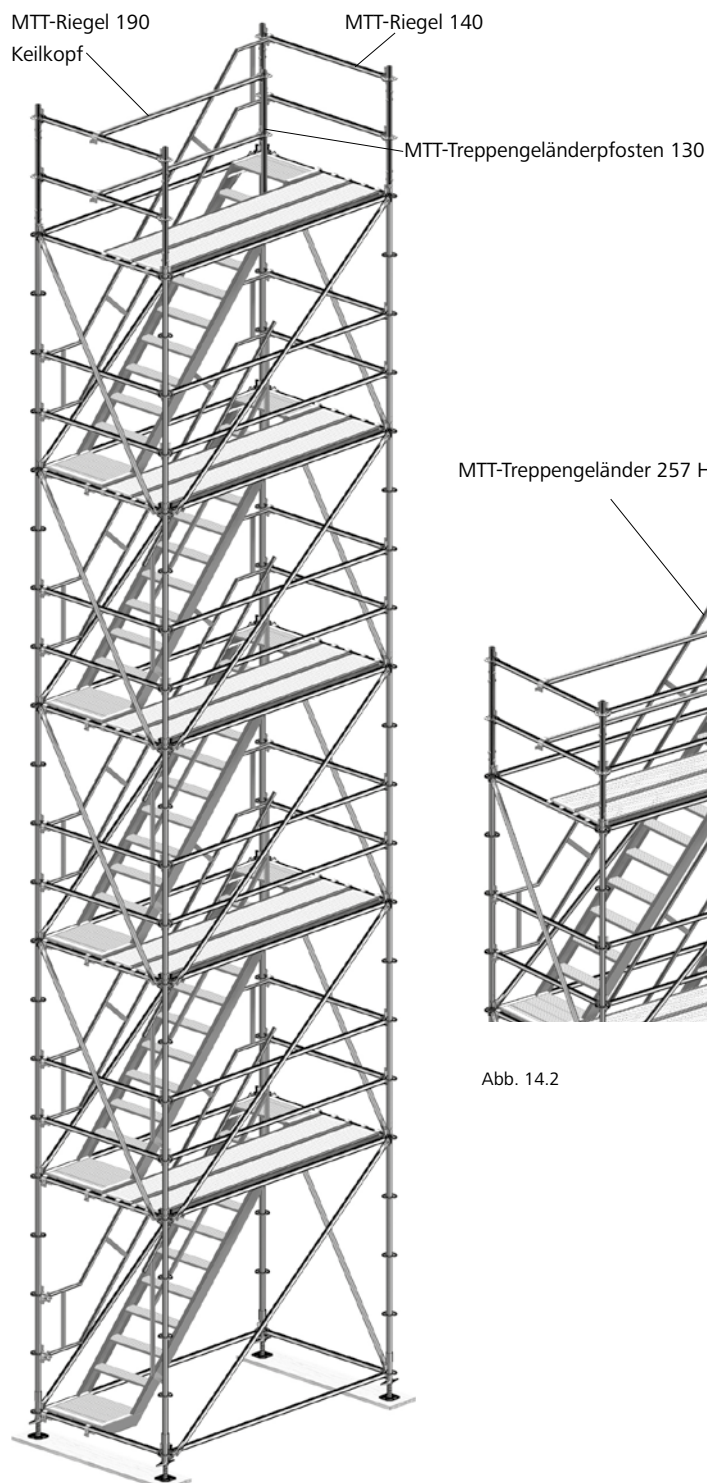

Abb. 14.1
24. Nach Erreichen der gewünschten Turmhöhe wird die oberste Ebene mit einem MTT-Treppengeländerpfosten 130 und zwei MTT-Riegeln 190 mit Keilkopf gegen Absturz gesichert (Abb. 14.1).
Beim Ausstieg zur langen Seite werden 2 MTT-Riegel 140 an der Stirnseite eingebaut (Abb. 14.1).